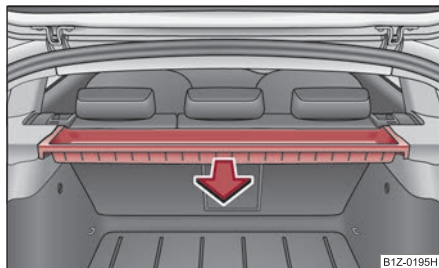

Fig. 134 Desmontaje del compartimento guardaobjetos
- Asa el compartimento con ambas manos y sáquelo tirando de él en el sentido de la flecha ⇒ fig. 134.